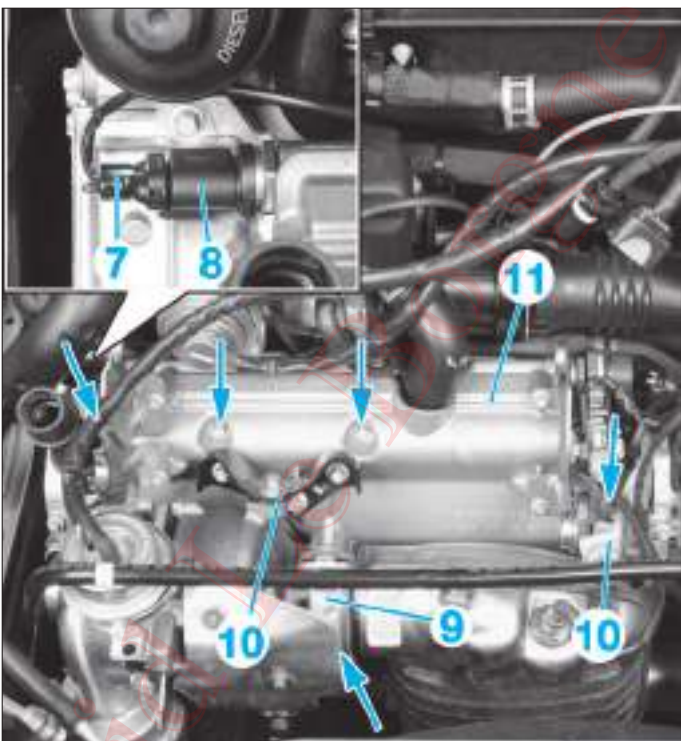

FIG. 51
- le collier (9),
- les supports d'échappement (10),
- les vis (flèches) puis la tôle de recouvrement (11) des injecteurs.
- Si cela n'a pas encore été effectué, débrancher le connecteur (7) du capteur de pression (8) sur la rampe (Fig.51).
- Débrancher le connecteur de l'électrovanne de régulation de pression de carburant (12).
- Couper les serre-câbles (13).
- Déposer la durit (14).
- Déposer les canalisations (15) et (16).
- Déposer la rampe d'injection (17) (2 vis).
*Ne pas déposer l'électrovanne de régulation de pression de carburant (12) de la rampe d'injection.*